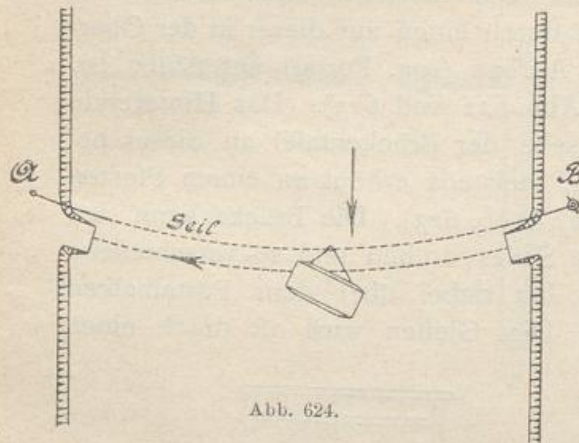
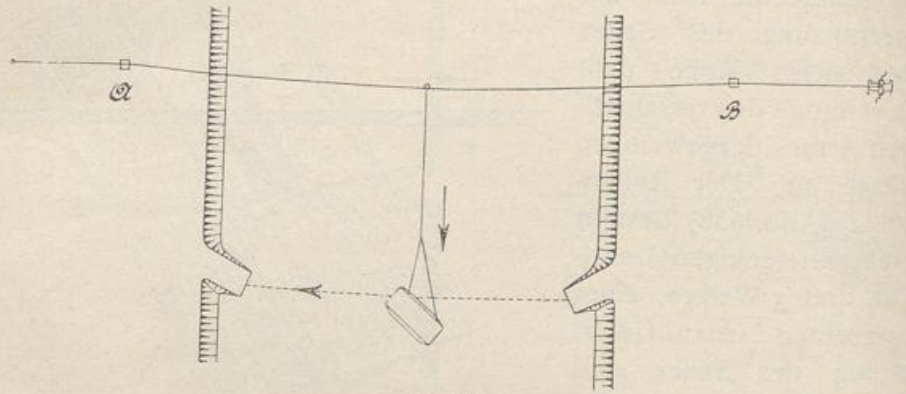
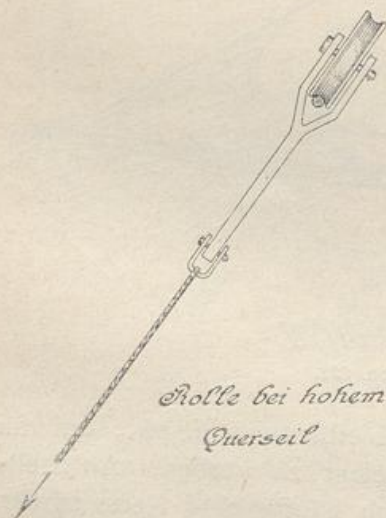

Abb. 624.
Abb. 630.
Abb. 632.
b) Das Querseil (oder die Querkette) ist oberhalb nahe der Fährstelle auf beiden Ufern befestigt und ist entweder auf den Fußgrund versenkt (Grundseil, Grundkette) (Abb. 624 und 626), so daß die Schiffe darüber hinwegfahren können, oder ist hoch über dem Wasserspiegel ausgespannt, an den Ufern von 2 Masten oder Türmen getragen, so daß Schiffe unter dem Seil hinwegfahren können (hohes Querseil) (Abb. 630, 631).
8. Gierprahm mit Grundseil (oder Grundkette) (Abb. 624 bis 629). Das Querseil ist auf jedem Ufer bei *A* und *B* befestigt; es kann dort nach den jeweiligen Wasserständen verlängert oder verkürzt werden. Es ist mit Durchhang durch das Flußbett geführt, so daß es für gewöhnlich auf dem Grunde aufliegt. An dem einen Ufer (*B*) dient zur Befestigung eine Winde (meistens Erdwinde). Mit ihr wird das Seil (Kette) bei notwendigen Instandsetzungsarbeiten und vor Eintritt des Eisstandes aufgeholt.
I. Rheinische Art (Niederrhein). Grundseil mit Laufrolle (Abb. 624, 625). Unter das Seil greift eine Rolle (Gabelrolle), an ihrem Umfang mit Rille versehen. Am Gabelstiel greifen zwei Steuerseile an, die am Bord des Gierprahms befestigt sind (öfters an erhöhten Pfosten) und wie bei Ziffer 6 mit Winden angewunden oder nachgelassen werden können. Wird dem Prahm durch geeignetes An-
9. Gierprahm mit hohem Querseil (Abb. 630 bis 632). Ein hohes Querseil ist für die Schifffahrt erheblich günstiger als ein Längs-
jedem Ufer durch einen hölzernen oder eisernen Mast (A und B) (bisweilen auch einen steinernen Turm) von etwa 20 m Höhe unterstützt; der tiefste Punkt des Seiles reicht 18 m über H. Sch. W., so daß Schiffe mit hohem Treidelmast hindurchfahren können. Die Spannweite von Mast zu Mast kann 200 bis 250 m betragen. Auf dem Seil, das nur wenig durchhängt (5 bis 6 m) läuft eine Laufrolle mit Gabel (Abb. 632). Am Gabelstiel ist das Zugseil befestigt, das mit dem Fährprahm in Verbindung steht. Dieses Zugseil teilt sich vor dem Prahm in zwei Steuerseile (Brittel) (Abb. 630), von denen jedes auf dem Prahm mittels einer